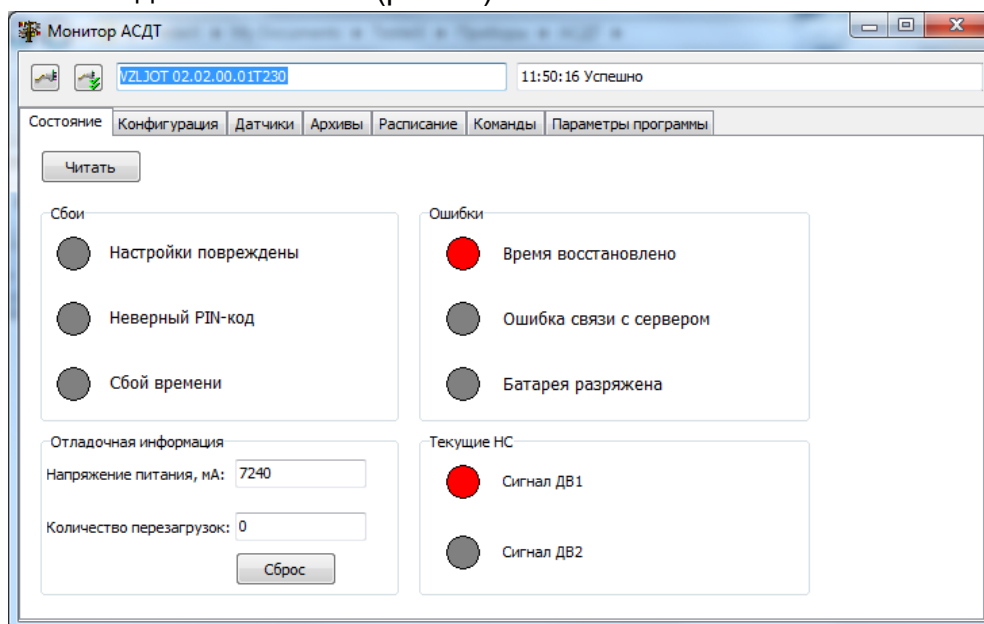

Рис.10. Вид вкладки «Состояние».
3.2.3. Просмотр данных о нештатных ситуациях в работе ПД возможен на вкладке **Состояние** (рис.10).